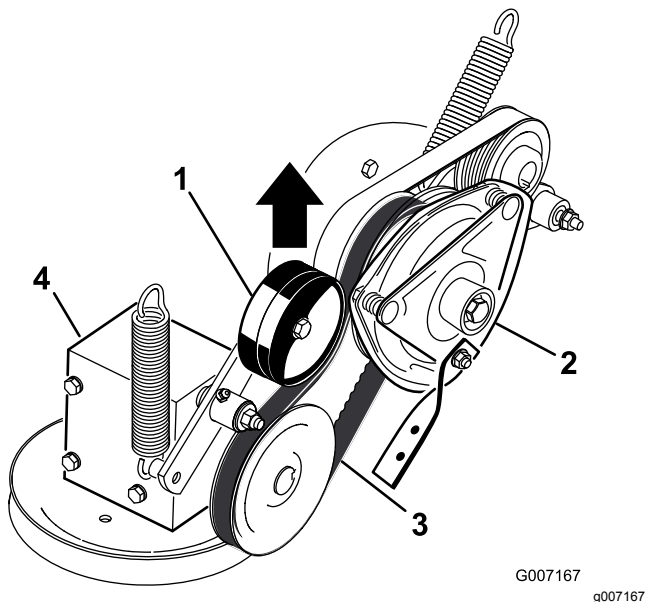

Bild 81
5. Ziehen Sie an der gefederten Spannscheibe für den Zapfwellentreibriemen und nehmen Sie den Riemen von der Kupplungsscheibe ab (**Bild 81**).
17. Ziehen Sie an der gefederten Spannscheibe für den Zapfwellentreibriemen und befestigen Sie diese an der Kupplungsscheibe (Bild 81).